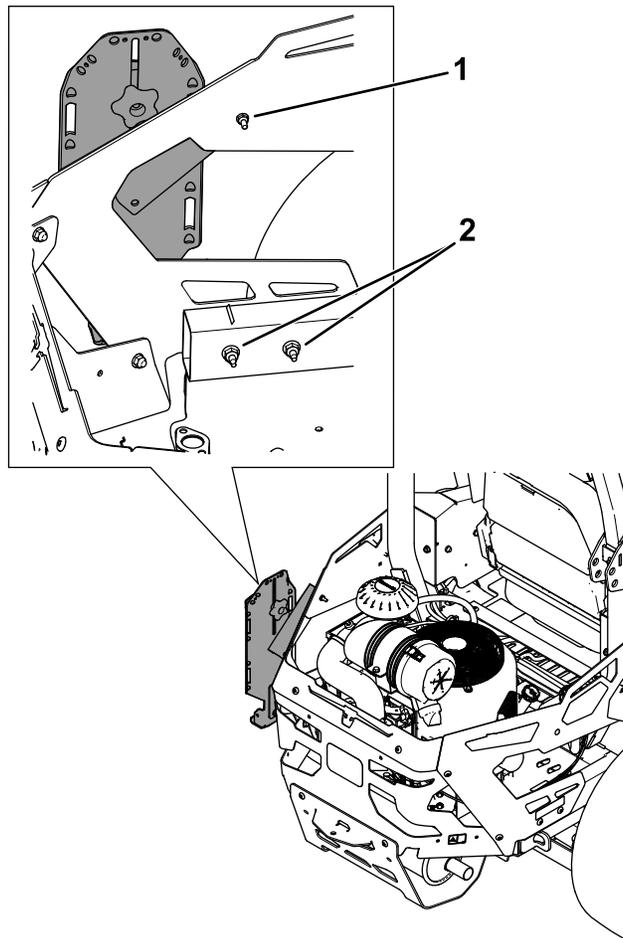
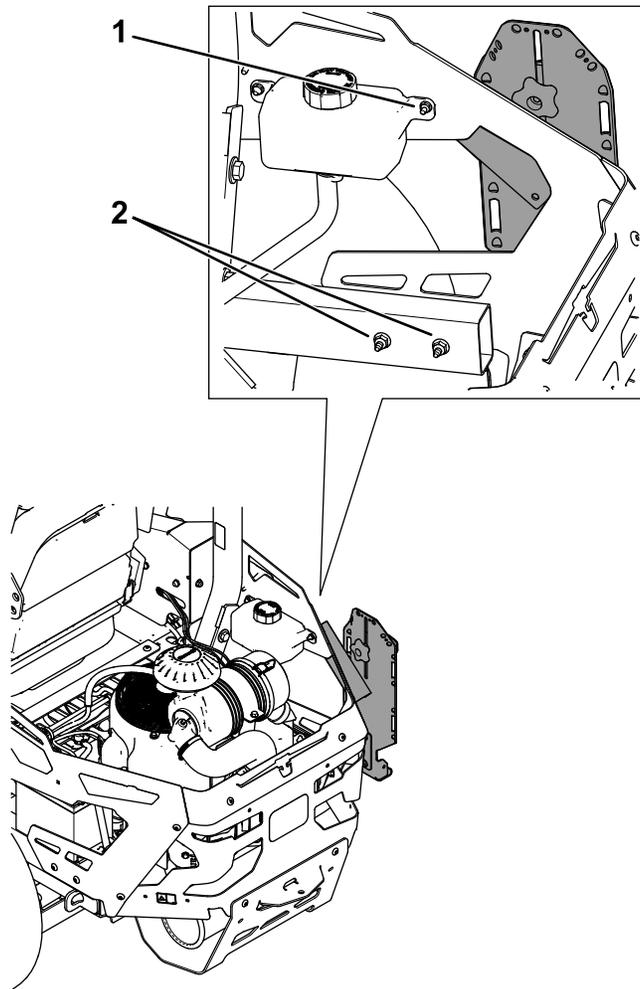

Figure 3
Figure 4
1. Fixez l'ensemble de montage à la protection latérale arrière à l'aide de 1 boulon de carrosserie ($\frac{1}{4}$ " x 1") et 1 écrou ($\frac{1}{4}$ "), comme montré à la Figure 3 ou la Figure 4.
2. Fixez le bas du support principal à la protection latérale arrière inférieure à l'aide de 2 boulons ($\frac{5}{16}$ " x 3") et 2 écrous ($\frac{5}{16}$ "), comme montré à la Figure 3 ou la Figure 4.